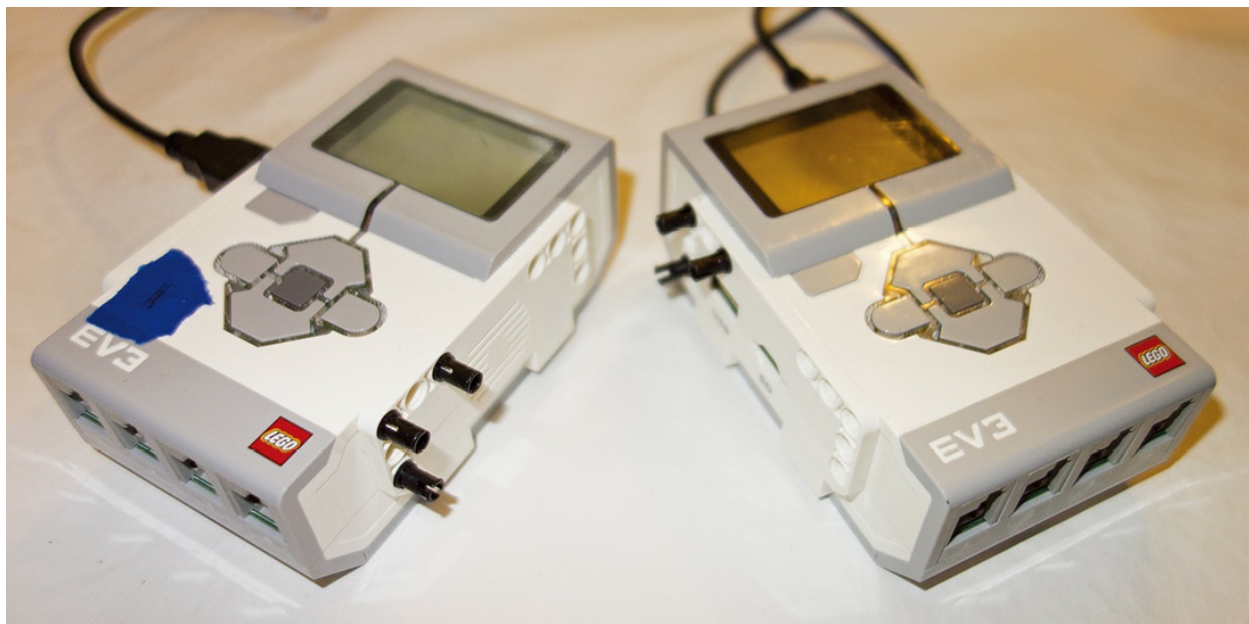

图11.16 每一边都会很容易地组合在一起，所以在这里使用蓝色的销来代替黑色的销
**12.** 将两块智能砖通过第一块有USB接口的一侧进行连接。这一步将是关于机器人设计的非常好的示例。起初，如图11.16所示，我使用了黑色的销来将两块智能砖连接到一起，但是结果发现由于距离太近使得梁无法保持直线。所以，使用蓝色的长销更适合我们当前的情况。